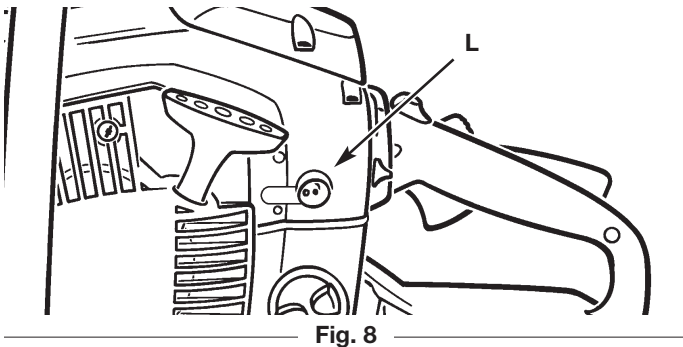

Fig. 8
1. Acceso de ajuste a parado - el simbolo "T" (para válvula) queda sobre el hoyo de ajuste (Fig. 8).